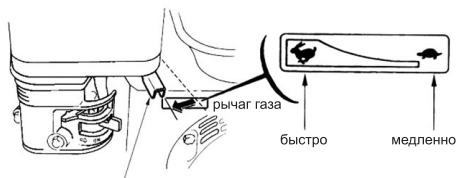

Рис.32
3. Переведите рычаг газа (Рис. 32) на 1/3 хода в сторону положения максимальных оборотов двигателя (обозначение зайца на наклейке — максимальные обороты, черепахи — холостые обороты).
3. Переведите рычаг газа (Рис. 32) на 1/3 хода в сторону положения максимальных оборотов двигателя (обозначение зайца на наклейке максимальные обороты, черепахи холостые обороты).